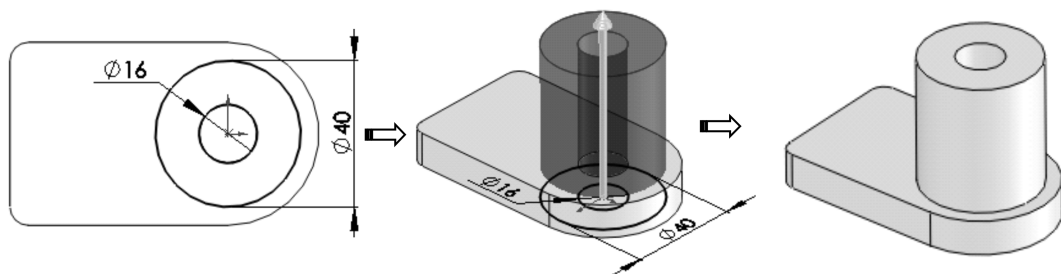

图 1-75 创建阀体支承部分
- 04 使用【拉伸凸台/基体】工具,选择底座上表面作为草绘平面,并创建出拉伸深度为【56】的阀体支承部分特征,如图 1-75 所示。